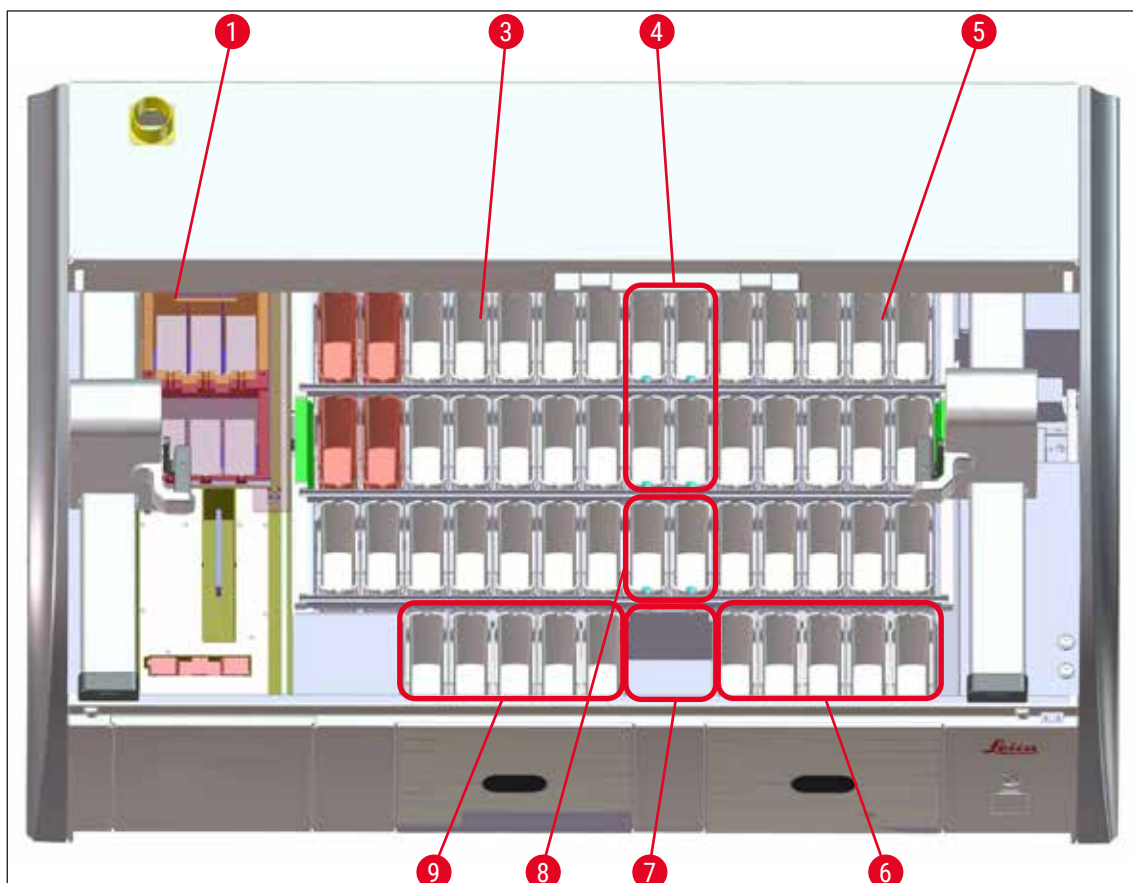

Fig. 65
- Duplikerede stationer skal være på samme side af kuvettefeltet (→ "Fig. 40") (→ "Fig. 65"), ellers kan justeringen af badlayoutet ikke gemmes.
- (→ "Fig. 65") viser en oversigt over de forskellige stationer i kuvettefeltet.